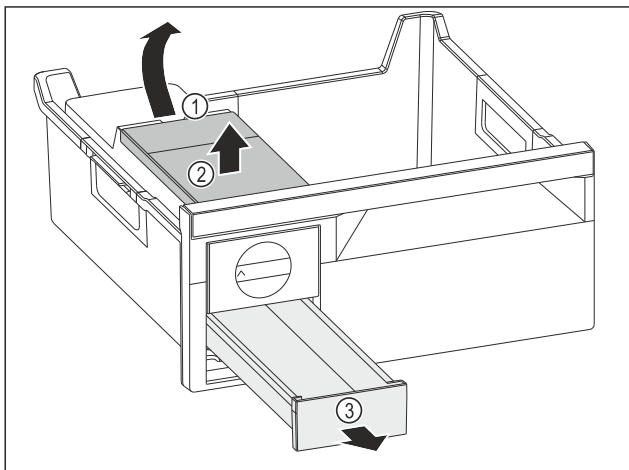

Fig. 140
- Estrarre il serbatoio dell'acqua: Sollevare il serbatoio dell'acqua nel vano Fig. 140 (1).
- Estrarre il serbatoio dell'acqua Fig. 140 (2) verso l'alto.
- Estrarre il cassetto del ghiaccio Fig. 140 (3) in avanti.